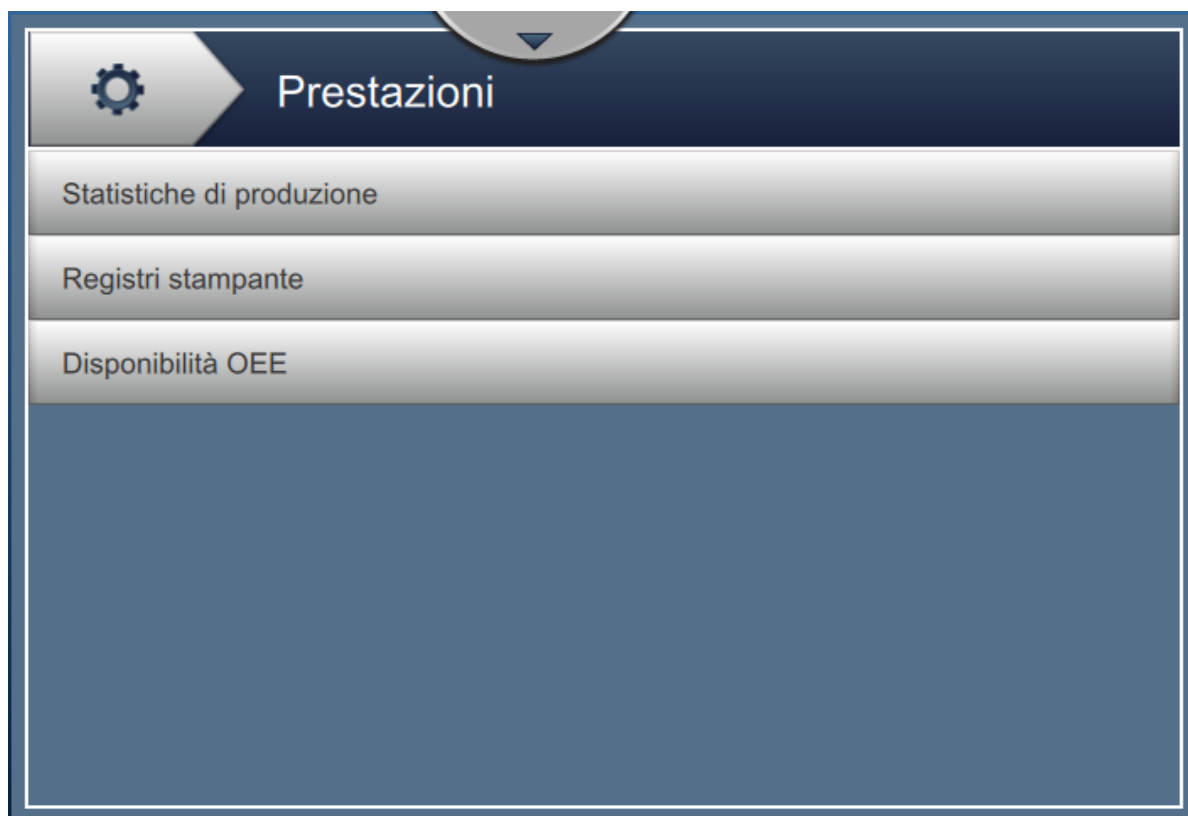

Figura 6-3: Schermata Prestazioni
1. Toccare il pulsante  nella schermata Strumenti. Viene visualizzata la schermata Prestazioni, come da Figura 6-3.